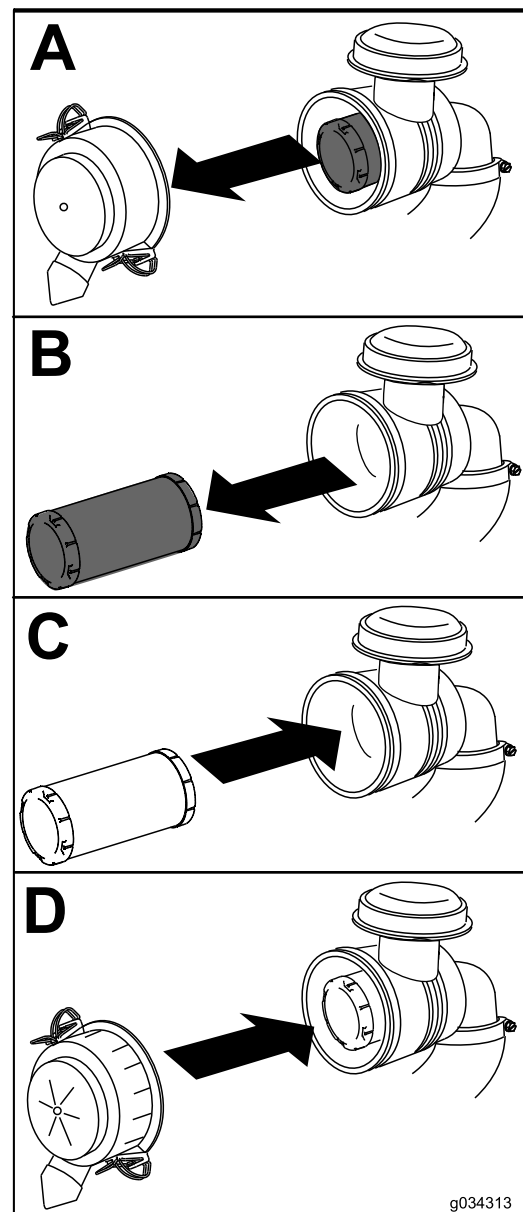

Figura 37
1. Estraete con cautela l'elemento filtrante dell'aria dal corpo del filtro (Figura 37).
4. Montate il coperchio dell'elemento filtrante con il lato indicato come UP rivolto verso l'alto e fissate i dispositivi di chiusura (Figura 37).